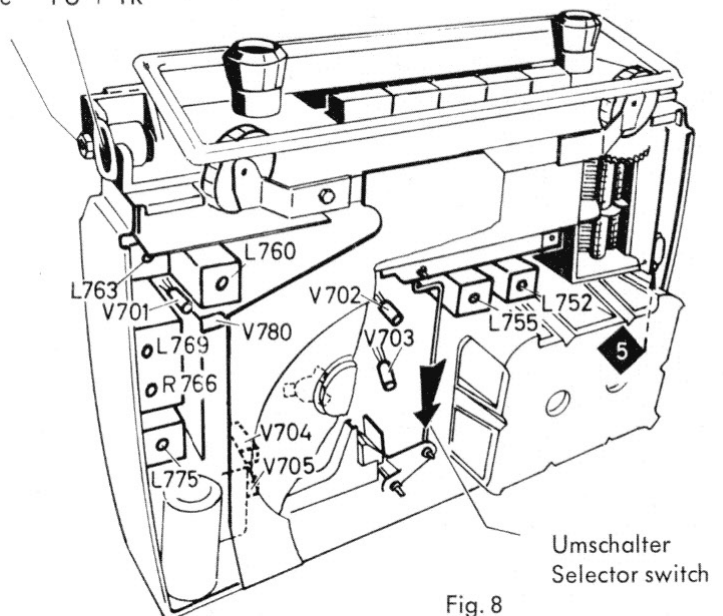

Fig. 8
Achtung! Beim Abgleich des MW- und LW-Vorkreises auf dem Wellenschalter muß der Umschalter in Pfeilrichtung geschaltet sein. Fig. 8.
Attention! When aligning the MW and LW pre. circuit on the wave-band switch the selector must be switched in direction of the arrow, see fig. 8.
3) Ein AM-Signal, 400 Hz, 30 % moduliert, soll eine Ratiospannung von 1,4 V erzeugen. Dann mit R 766, Fig. 8, ein Spannungsminimum am Outputmeter einstellen. Abgleich von L 769 wiederholen und R 766 erneut einstellen.
3) An AM signal, 400 cs, 30 % modulated must produce a ratio voltage of 1.4 V. Adjust a voltage minimum at the outputmeter by means of R 766, see fig. 8. Repeat alignment of L 769 and readjust R 766.